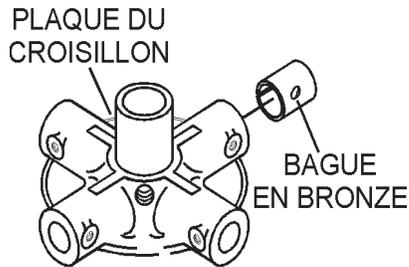

Figure 44. Bagues en bronze
4. Examinez l'insert de la bague en bronze du bras de la truelle (Figure 44), nettoyez-le si nécessaire. Remplacez la bague si elle est aplatie ou usée.